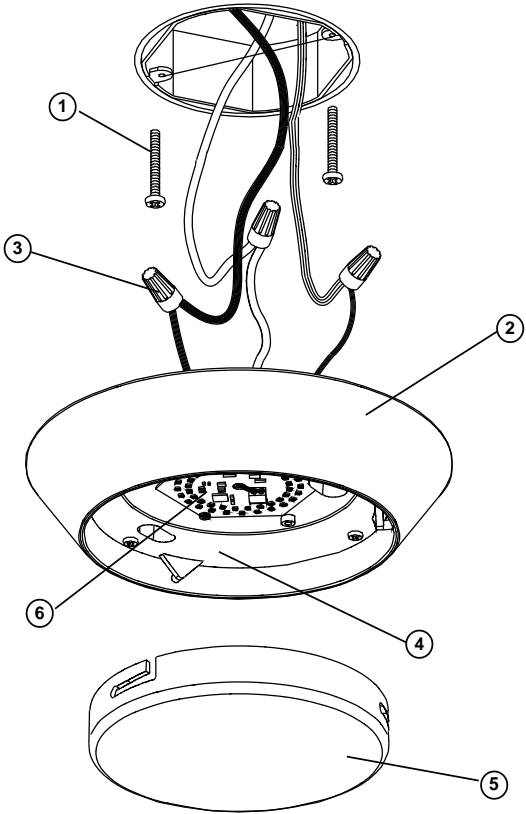

Figure 1
4. Hold the fixture Fixture Housing (2) firmly and connect the green ground wire from the fixture to the bare copper ground wire from the junction box using a Wirenut (3). (If house wiring does not include a ground wire, consult your local electrical code for approved grounding methods).
5. Use Wirenuts (3) to connect the black fixture wire to the black power supply wire and the white (neutral) fixture wire to the white power supply wire. See Fig 1.
6. Hold Fixture Housing (2) in one hand and with the other hand position wires up into junction box.
7. Align keyholes on back of Fixture Housing with screws previously installed in junction box. Lift fixture up, rotate clockwise and tighten screws to secure Housing Assembly against ceiling. See Fig 1.
8. Lift Diffuser (5) up to housing assembly aligning slots on diffuser with tabs on barrier lens (4). Twist diffuser (5) clockwise until secure. See Fig 1.
4. Sostenga el ensamblaje de la Carcasa del luminario (2) firmemente y conecte el alambre verde de conexión a tierra del luminario al alambre de cobre descubierto de conexión a tierra de la caja de ensambladura usando una Tuerca de Alambre (3). (Si el alumbrado de la casa no incluye un alambre de conexión a tierra, consulte su código eléctrico local para métodos aprobados de hacer tierra).
5. Use Capuchones de Alambres para conectar el alambre negro de la luminaria al alambre negro suplidor de electricidad y el alambre blanco (neutral) de la luminaria al alambre blanco suplidor de electricidad. Vea Fig. 1.
8. Levante el difusor (5) hasta la altura del conjunto de la carcasa y alinee las ranuras del difusor con las lengüetas en las lentes de barrera (4). Gire el difusor (5) a la derecha hasta que quede fijo.Vea Fig. 1